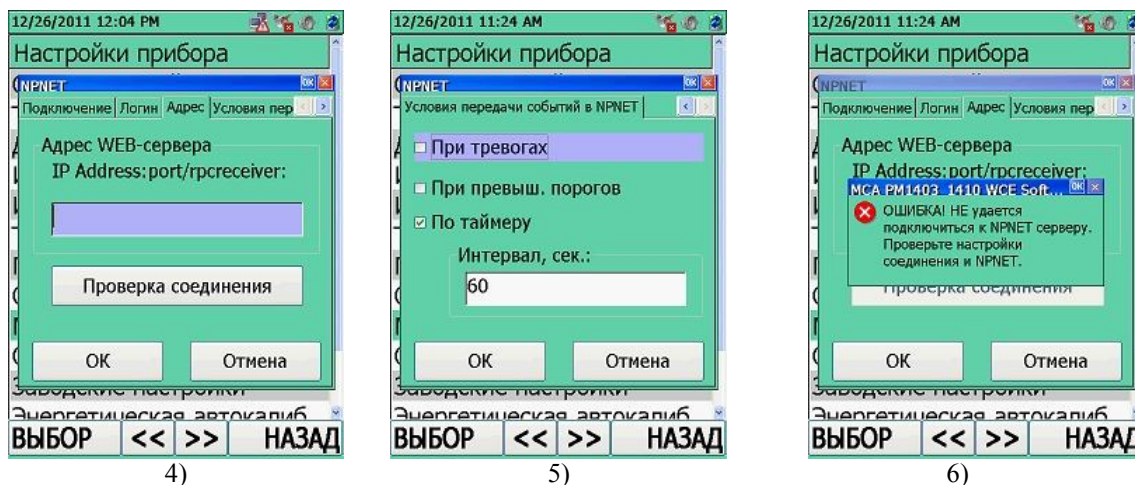

Рисунок 11.35
Для входа в настройки режима связи NPNET **"NPNET"** необходимо в окне режим настройки параметров прибора **"Настройки прибора"** переместить выделенный маркер на соответствующую строку, рисунок 11.35 (1). Перемещение маркера осуществляется при помощи кнопок джойстика **ВВЕРХ/ВНИЗ**. Подтвердить переход в опцию **"NPNET"** необходимо нажатием центральной кнопки джойстика **ВВОД**  или кнопки **ВЫБОР** .
Вкладка "Подключение", рисунок 11.35 (2):
- **"Подключение к сети"** – настройки типа сетевого соединения, рисунок 11.35 (2):
Вкладка "Логин", рисунок 11.35 (3):
Вкладка "Адрес", рисунок 11.35 (4):
▪ **"Проверка соединения"** – проверка корректности введенных сетевого IP адреса/логина и пароля администратора ресурса NPNET. Если IP адрес/логин и пароль администратора ресурса NPNET введены корректно, то пользователь сможет перейти к настройкам "Условия передачи событий в NPNET", рисунок 11.35 (5). В противном случае будет выдано сообщение о невозможности соединения с сервером NPNET, рисунок 11.35 (6).
Вкладка "Условия передачи событий в NPNET", рисунок 11.35 (5):